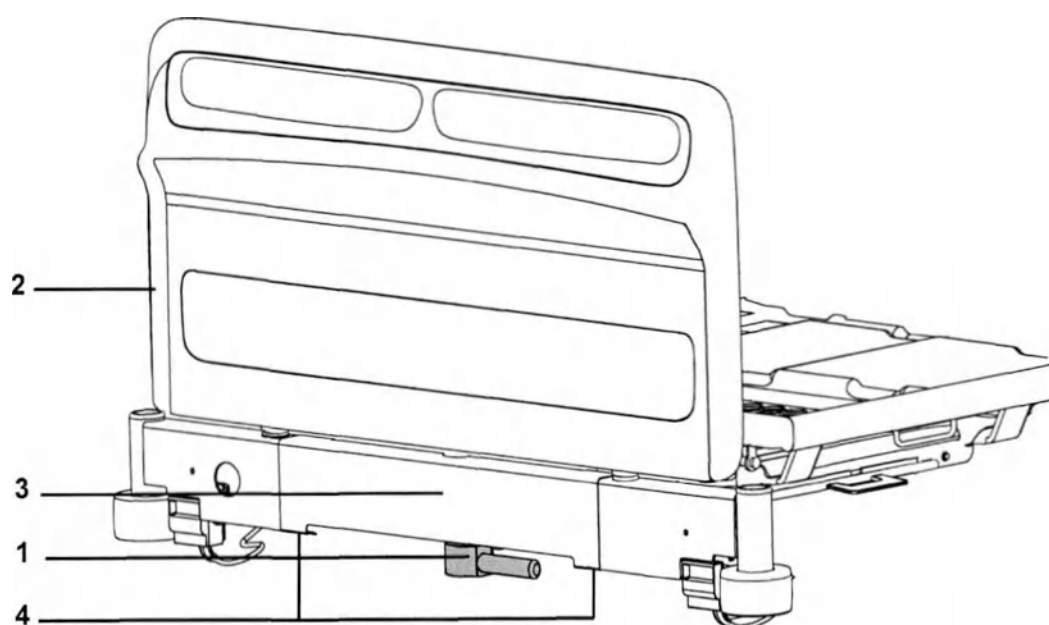
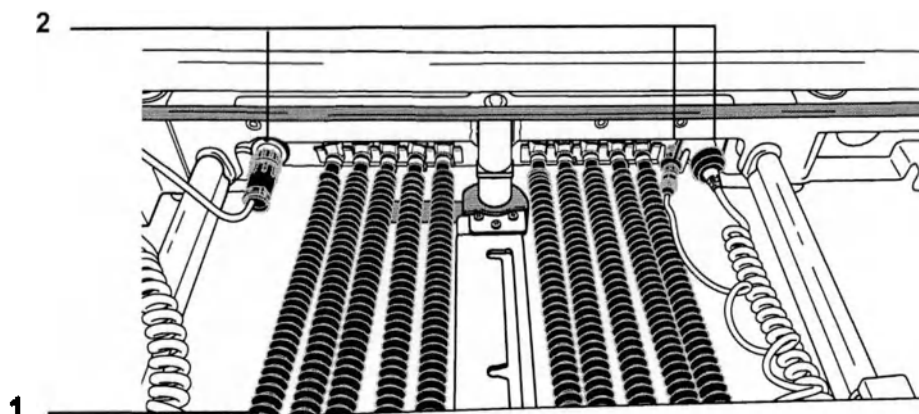

Рис. 1. Ножная панель и секция ножного удлинения
Рис. 2. Защитная панель секции удлинения ножной части с воздушными шлангами и электрическими разъемами
4. Потяните ручку фиксации удлинения в ножной части (рис. 1, пункт 1), выдвиньте удлинение каркаса (3) и снимите ножную панель (2).
5. Найдите защитную панель секции удлинения ножной части (рис. 1, пункт 3) с прикрепленными воздушными шлангами (рис. 2, пункт 1) и электрическими разъемами (2) под ножной частью медкровать. Отсоедините воздушные шланги и электрические разъемы от защитной панели секции удлинения ножной части.
6. Снимите защитную панель, открутив два винта Philips с цилиндрическими головками (рис. 1, пункт 4) на нижней стороне панели. Поместите защитную панель и оборудование в сумку для хранения, если блок управления надувного матраса будет снят позже. Защитную панель секции удлинения ножной части необходимо будет установить снова, чтобы защитить воздушные шланги и электрические разъемы.